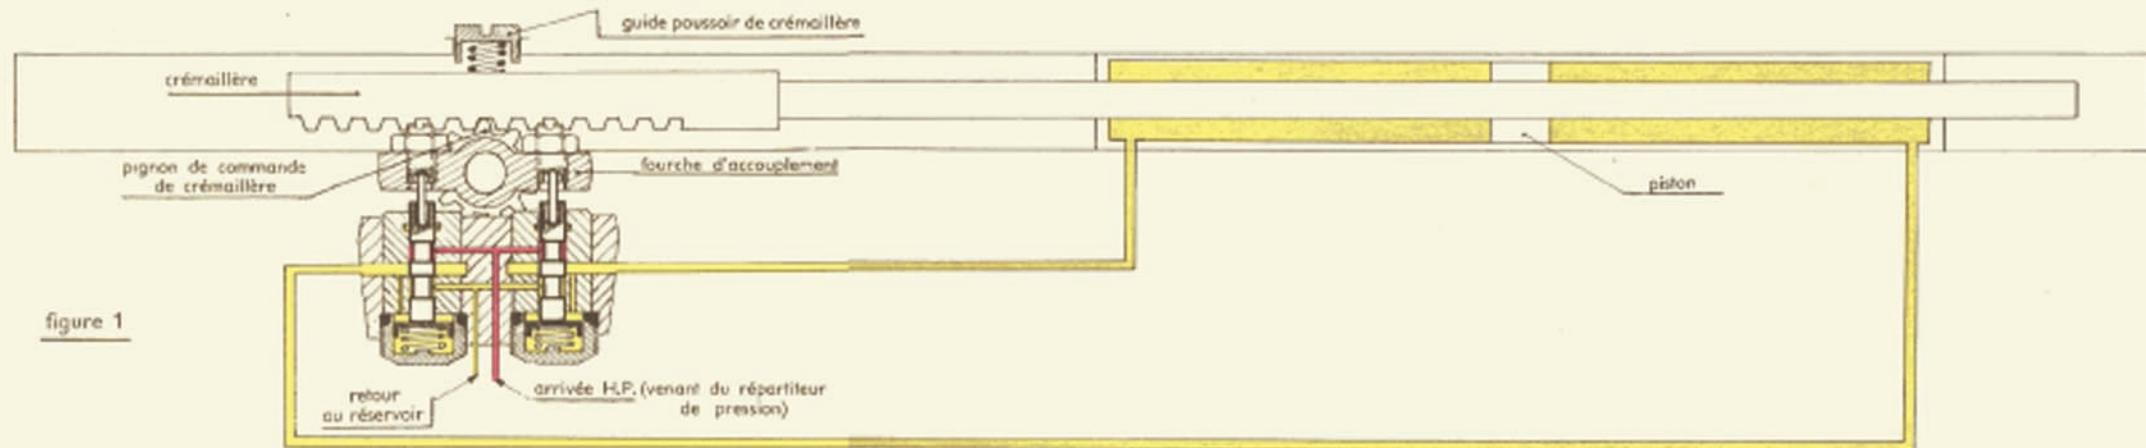

figure 1
### **Direction assistée** (fig. 1).
- fig. 1 -